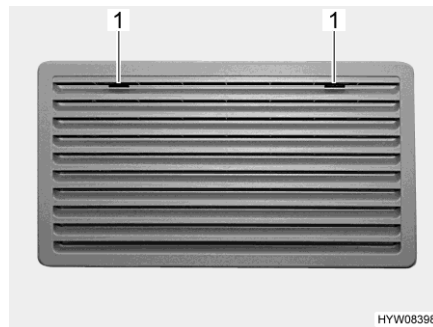
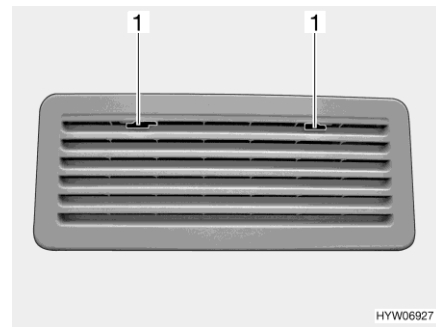

Bild 161 Kühlschrank-Lüftungsgitter
Bild 162 Kühlschrank-Lüftungsgitter
- Arretierung (Bild 161,1 oder Bild 162,1) zur Mitte schieben.